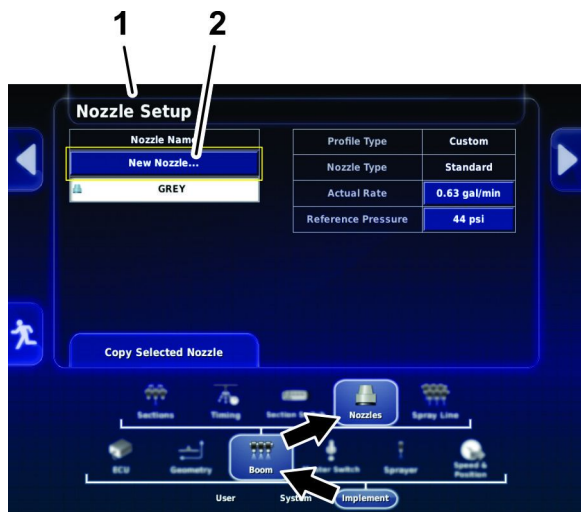

図 76
3. 機材アイコン、ブームアイコン、ノズルアイコンを押す **図 76**。
4. ノズル設定画面で、画面上部の新ノズル...アイコンを選択する **図 76**。